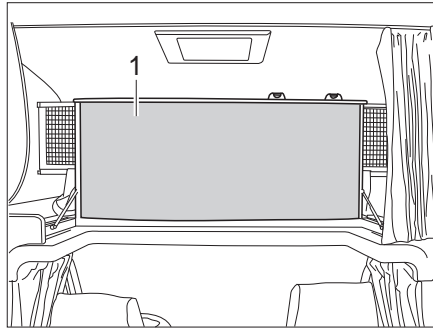

Fig. 122 Cama de alcoba, plegada hacia arriba
- Plegar hacia arriba la cama de alcoba (Fig. 122,1) delante. La cama de alcoba se mantiene en la posición superior mediante resortes por presión de gas.